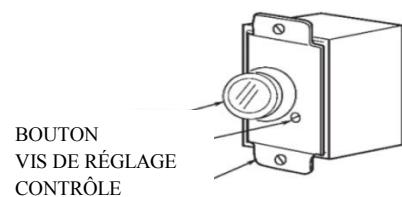

Figure 4
- Démarrer le contrôle mural "ON" avec le bouton. Régler le ventilateur à la vitesse "High" et permettre le ventilateur de fonctionner pendant 30 minutes pour normaliser la température du moteur (Figure 4).
- Il est recommandé que les ventilateurs tournent à un tour minimum de 60 à vitesse basse pour éviter de caler le moteur. Pour régler la vitesse de Rotation du Ventilateur, localiser la vis de réglage sur le panneau avant du contrôle (Figure 4). Avec un petit tournevis à lame plate, tourner lentement la vis de réglage dans le sens horaire pour diminuer la vitesse de Rotation du Ventilateur et anti-horaire pour augmenter la vitesse de Rotation du Ventilateur. Tourner la vis de réglage par petits incrément et laisser le ventilateur à accélérer ou ralentir avant de faire le réglage suivant.